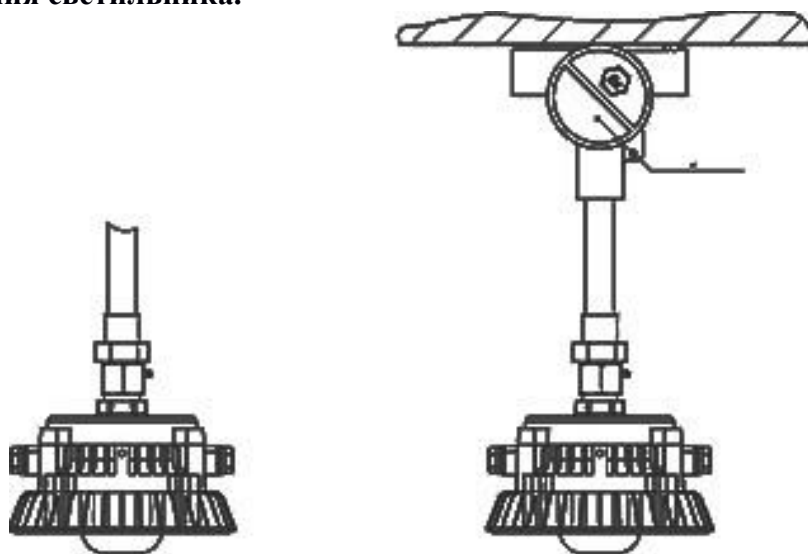

Рис. 3
- 9.1.8 Закрепите светильник на трубе (рис. 3).
9.2.3 Закрепите светильник на трубе (рис. 3).